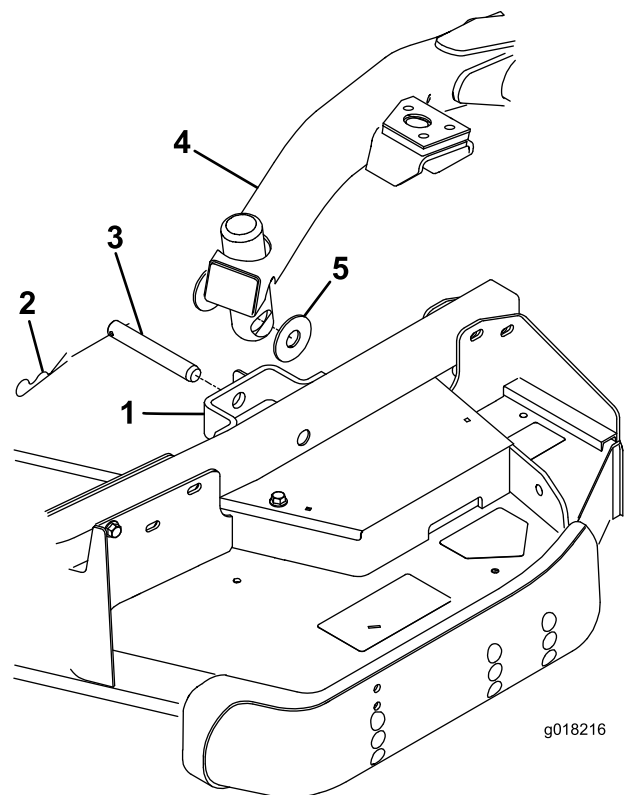

図 5
昇降アームとキャスタアームブラケットの間にスラストワッシャを入れ 図 5、コッターピンを、キャスタアームタブのスロットに差し込んで固定する。
1. カッティングユニットの各キャスタアームのブラケットから、スラストワッシャ2枚、クレビスピン1本、ヘアピンコッター1本を取る 図 5。
3. 昇降スイッチを前位置フロート位置にセットする。昇降レバーを押し下げて、昇降アームの穴とキャスタアーム・ブラケットの穴とを整列させる 図 5。